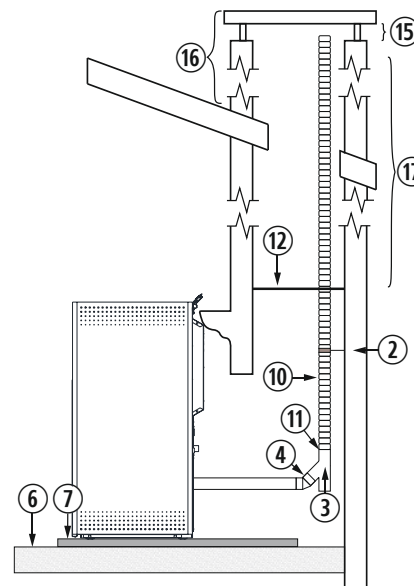

Figura 9
4.28. La instalación de un encastrable en una chimenea de obra se puede realizar en toda su totalidad en tubo flexible, tal y como indica la figura 9. Debemos tener especial cuidado a la hora de realizar el aislamiento entre la chimenea y el tubo de la salida de gases para evitar posibles retrocesos de gases en caso de tormenta.
②	Abrazadera de sujeción de acero inoxidable.
③	Te de 135° con registro.
⑥	Suelo de madera.
⑦	Protector del suelo no combustible.
⑩	Tubo flexible de acero inoxidable.
⑪	Manguito unión rígido a flexible.
⑫	Aislante anti retroceso.
⑮	Mínimo 200mm.
⑯	Debe sobrepasar 1 metro el tejado.
⑰	Mayor a 8m aumentaremos una medida.